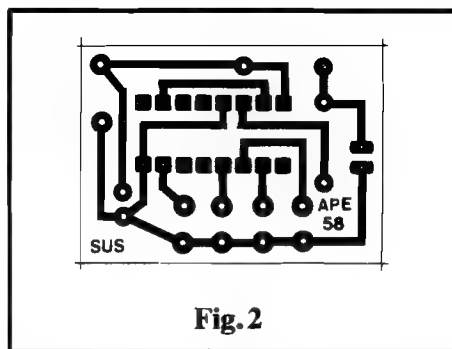

Fig.2
- FIG. 2 - LAY OUT DO CIRCUITO IMPRESSO ESPECÍFICO - A simplicidade e o reduzido número de componentes do circuito, reflete-se claramente no **lay out** do padrão cobreado do Circuito Impresso (em tamanho natural, na figura...), cujo desenho é também pequeno, descomplicado e "descongestionado"... A presença do Integrado (com suas inevitáveis ilhazinhas muito pequenas, próximas umas das outras, e rigorosamente alinhadas...), na prática exige que a traçagem seja feita com o auxílio de decalques apropriados (o que não deve apresentar problemas ao Leitor/Hobbysta "juramentado"...). Os costumesiros cuidados devem ser tomados, não só na traçagem, como também na corrosão, furação, limpeza